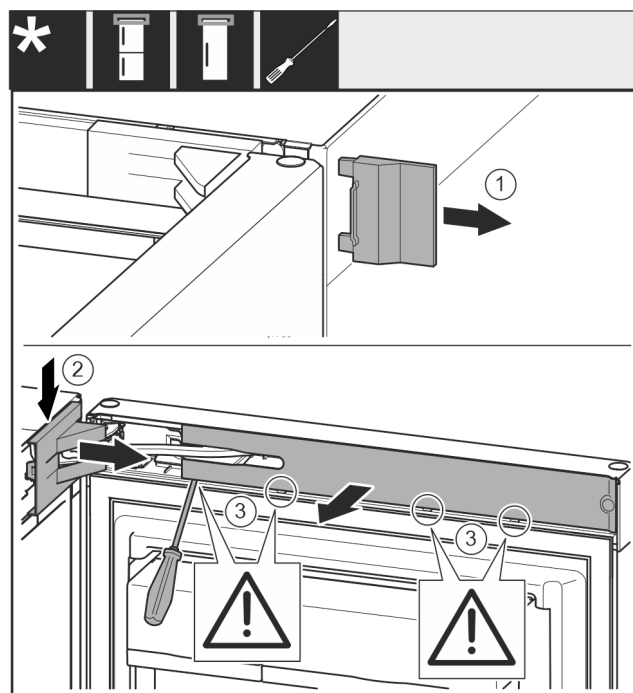

Fig. 12
- Scoateți capacul Fig. 12 (1).
- Deblocați și desfaceți capacul suportului de lagăr Fig. 12 (2).
- Scoateți capacul suportului de lagăr Fig. 12 (2).
- Deblocați masca Fig. 12 (3) cu șurubelnița plată și pivoțați-o în lateral.